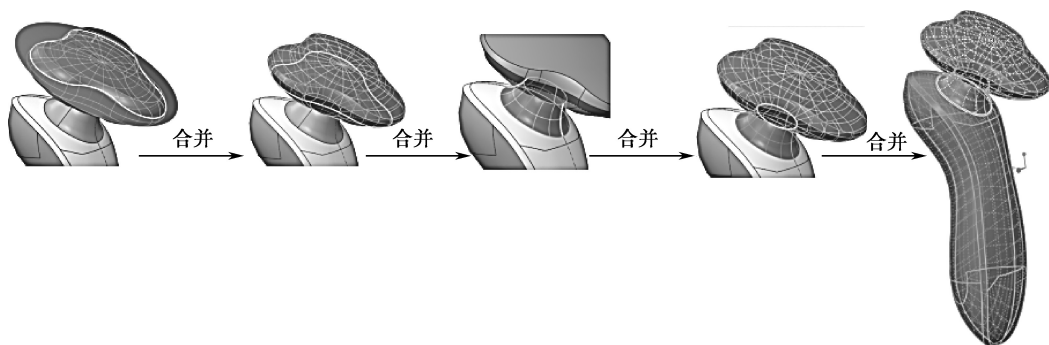

图 7-164 实体化曲面
(10) 依次选取相邻曲面，单击【模型】→【编辑】模块中的  按钮，将相邻曲面两两合并。在最终合并出的封闭曲面上单击【模型】→【编辑】模块中的  按钮，再单击实体填充按钮 。单击  按钮，完成曲面的实体化，实体化后的曲面如图 7-164 所示。